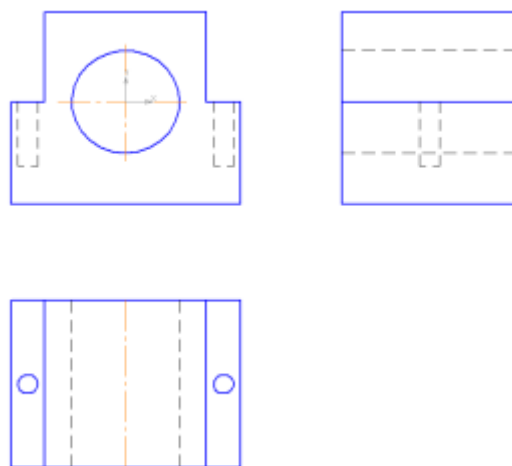

Рис. 16.9. Проекционный чертеж опоры
- Внесите дополнения в главный вид чертежа, проведите оси симметрии, как показано на рис. 16.9. Стиль линии – **Осевая**.